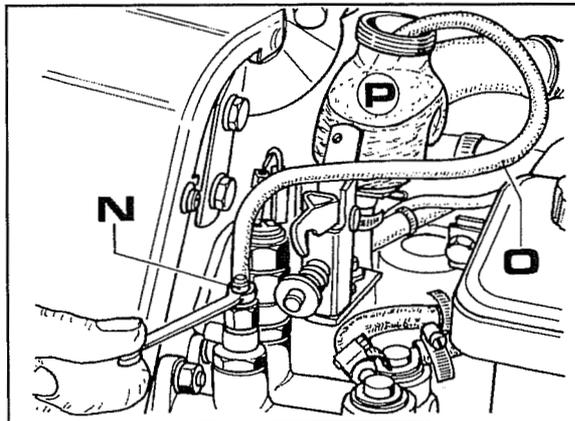

Abb. 3
- 3 Zum Entlüften auf den Pumpen ist zwischen dem Behälter **P** Abb. 3 und der Entlüftungsschraube **N** ein Klarsichtschlauch (**O** Abb. 3) anzuschließen. Diese Entlüftungsschraube lockern, wiederholt auf die (verbundenen) Bremspedale drücken, bis man im Schlauch keine Luftblasen mehr sieht. Die Schraube dann wieder anziehen.